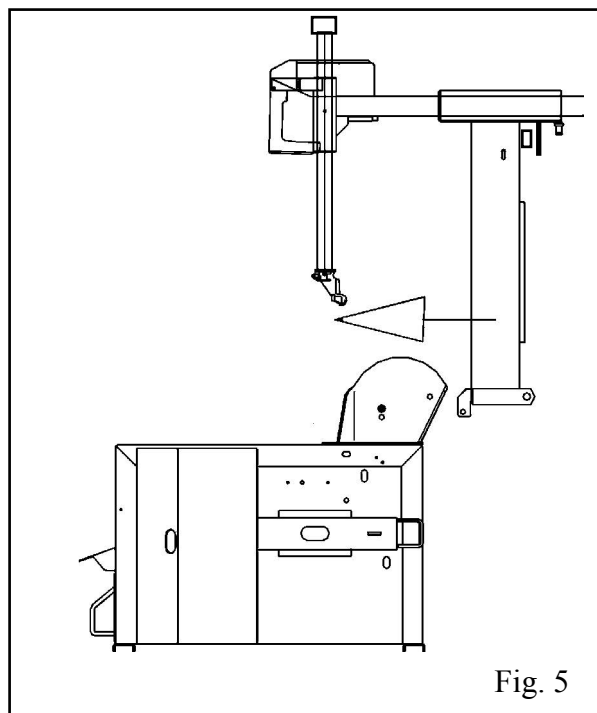

Fig. 5
Inserire il palo verticale nel supporto della carcassa infilando come indicato in fig. 5
Insérer le bras vertical dans le logement sur le bâti, comme indiqué en fig. 5
Den senkrechten Arm in die dazu bestimmte Stütze auf der Maschinengehäuse einfügen (siehe Abb. 5)
• *Screw the nut as indicated in Fig. 5/9/f.*